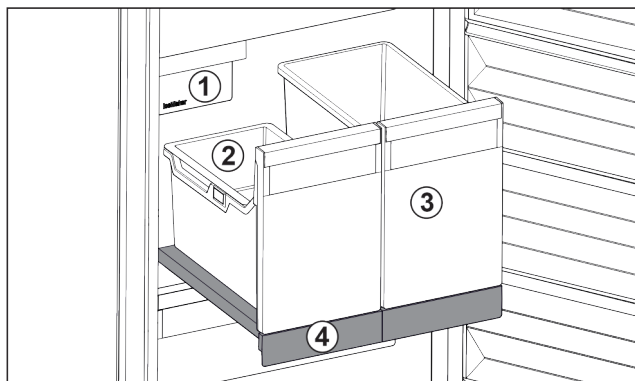

Fig. 100 Auszugsbord mit IceTower
Auf dem Auszugsbord sind zwei hohe Behälter (IceTower). Im Behälter Fig. 100 (2) werden Eiswürfel aus dem IceMaker gesammelt und gelagert. Behälter Fig. 100 (3) eignet sich für die Lagerung von hohen Lebensmitteln wie Pizzen oder alkoholischen Getränken.